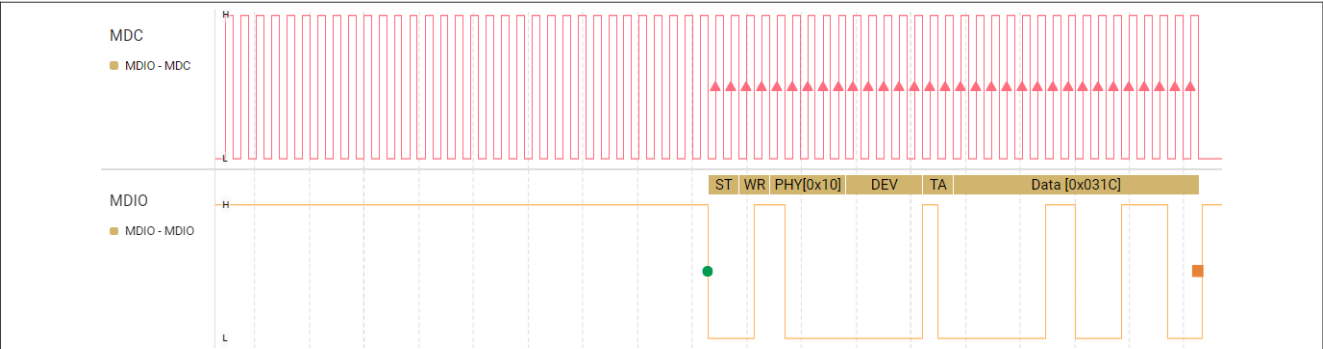
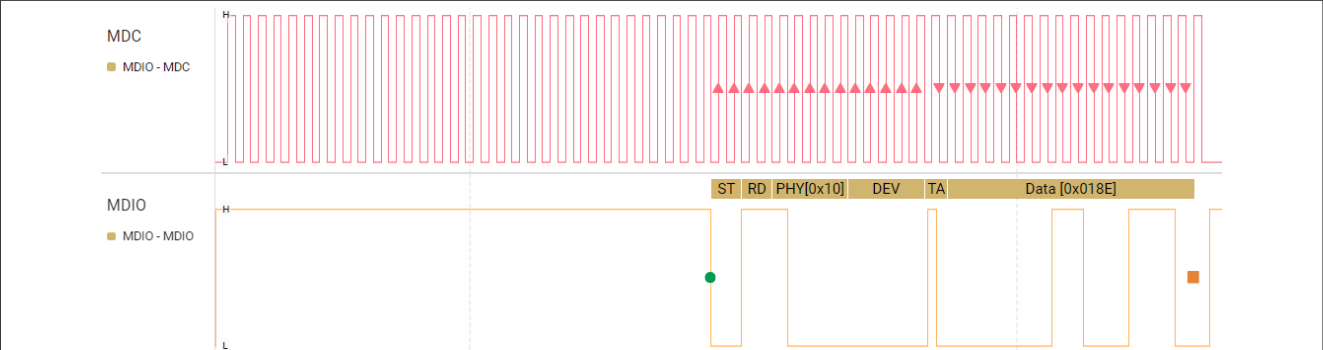

图5. MDIO波形
图6. MDIO波形
5. 可在逻辑分析仪软件工具上观察MDIO波形，如图5图6所示：
3.3 结构框图 5